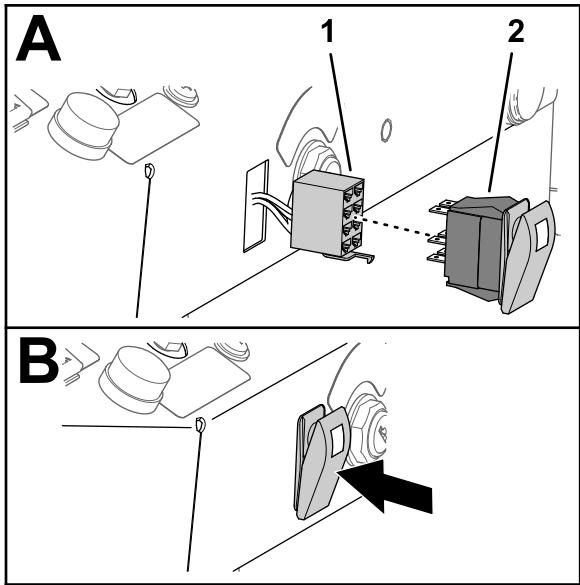

Figura 33
2. Alinhe o conector de oito tomadas do interruptor de perigo através da abertura no painel de instrumentos (Figura 33) que fez no passo 1.
3. Ligue o interruptor oscilador iluminado ao conector de oito tomadas do interruptor de perigo (Figura 33).
4. Insira o interruptor oscilador na abertura no painel de instrumentos até o interruptor encaixe bem no painel (Figura 33).